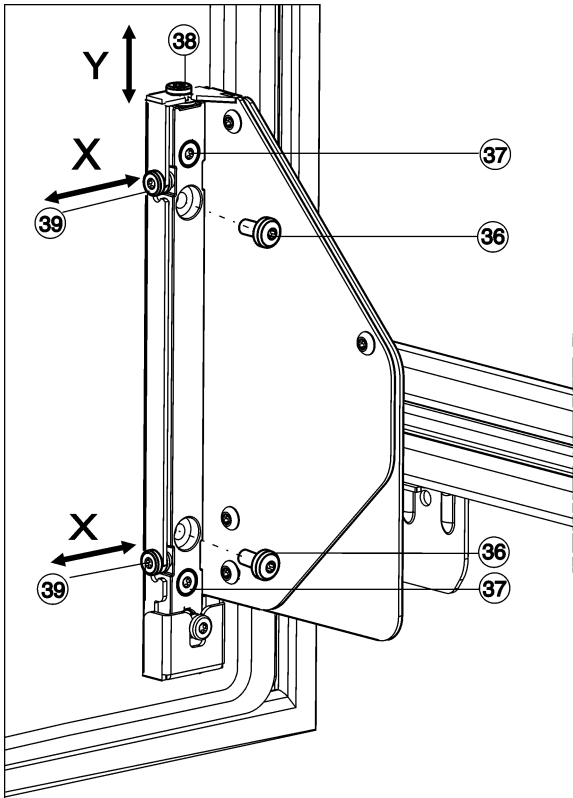

Fig. 27
- ▶ Desenrosque por completo los tornillos Fig. 27 (36).
- ▷ Deseche los tornillos Fig. 27 (36), puesto que ya no son necesarios.
- ▶ Afloje los tornillos Fig. 27 (37) con 1 - 2 vueltas.
- ▶ Gire el tornillo de ajuste (38). En el sentido de las agujas del reloj: la puerta se mueve como máx. 4 mm hacia arriba. En el sentido contrario a las agujas del reloj: la puerta se mueve como máx. 2 mm hacia abajo.
- ▶ Vuelva a apretar todos los tornillos Fig. 27 (37).
- ▶ Si todavía están disponibles los tornillos Fig. 27 (36), desénrosquelos por completo.
- ▶ Ajuste los tornillos de ajuste Fig. 27 (39) según la dirección de ajuste lateral deseada.
- ▶ Una vez finalizado el ajuste lateral, vuelva a apretar los tornillos Fig. 27 (37).